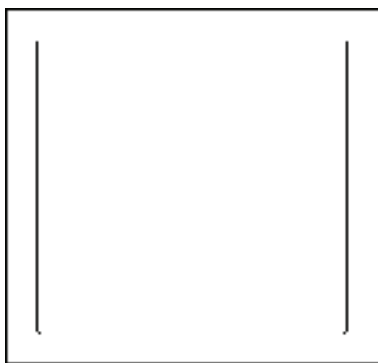

图 6-57 打开素材
1) 按〈Ctrl+O〉组合键，打开配套光盘提供的“第 6 章/6.1.15 绘制电梯.dwg”文件，如图 6-57 所示。